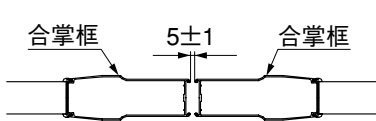

図6-1
- ② 「調整ボルト」をまわして、図6-1、図6-2のようにチリ寸法を 5 ± 1 mmに調整してください。